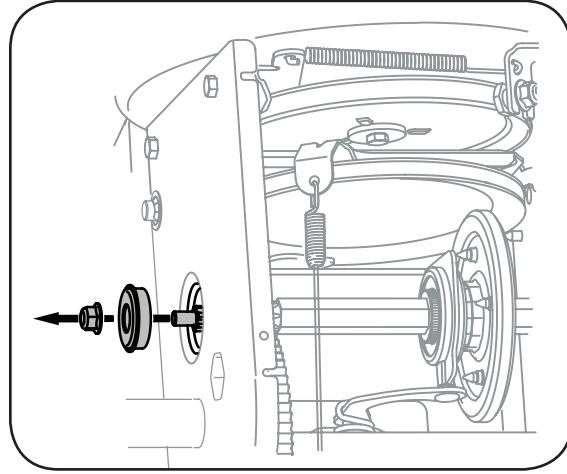

Figure 6-14
2. Retirez doucement l'écrin à six pans et la rondelle qui maintiennent l'arbre hexagonal sur le châssis de la souffreuse et frappez doucement sur l'extrémité de l'arbre pour décaler le roulement à billes du côté droit du châssis. Voir la Figure 6-14.